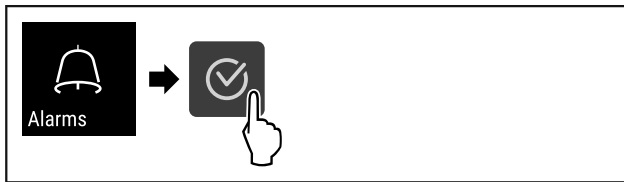

Fig. 108
- ▶ Seguir los pasos de procedimiento (consulte Fig. 108).